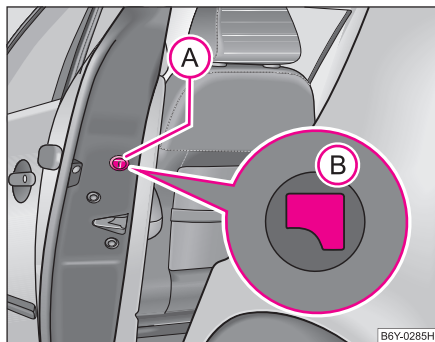

Fig. 24 Ușa din spate: Încuierea de urgență a ușii
- Îndepărtați capacul **(A)** ⇒ fig. 24.